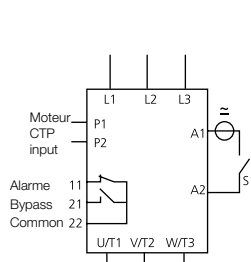

fig. 3
b) Démarrage et arrêt progressif (fig. 2 et fig. 3)